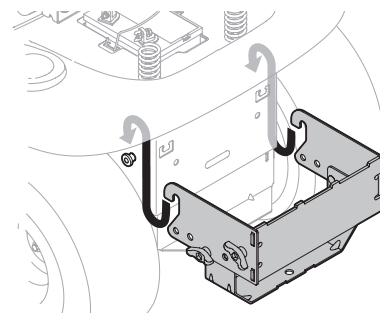

Figure 3
1. Placez les crochets du support de montage sur les boulons à épaulement l'appareil et alignez le trou central du support universel avec le trou central du support d'attelage du tracteur. Voir Figure 3.